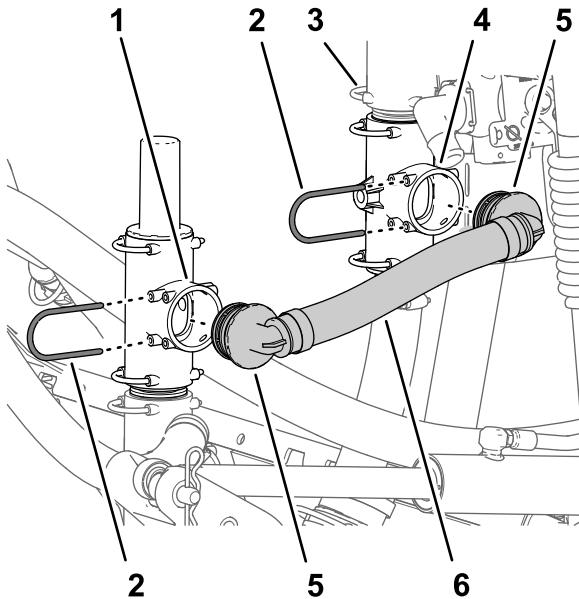

Figura 9
1. Alinee el acoplamiento de 90° de la manguera de alivio de presión con el orificio abierto del acoplamiento en T superior (situado debajo de la válvula de alivio de presión), e inserte el acoplamiento de 90° hasta que quede bien asentado (Figura 9).
2. Sujete el acoplamiento en T de 90° con la horquilla de retención (Figura 9) que retiró en el paso 2 de Retirada de las mangueras \(página 5\).
3. Alinee el otro acoplamiento de 90° de la manguera de alivio de presión con el orificio abierto del acoplamiento en T inferior (sujeto al panel de montaje de las válvulas) e introduzca el acoplamiento de 90° hasta que quede bien asentado (Figura 9).
4. Sujete el acoplamiento de 90° al acoplamiento en T superior con la horquilla de retención (Figura 9) que retiró en el paso 2 de Retirada de las mangueras \(página 5\).
4. Sujete el acoplamiento dentado recto a la válvula del eyector (Figura 9) con una horquilla de retención.